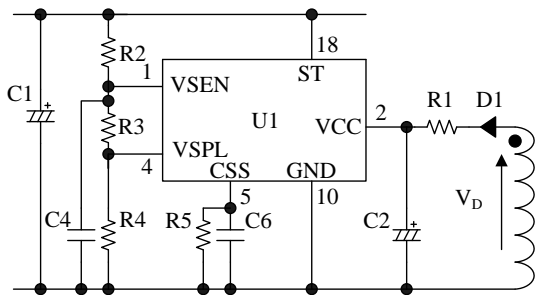

図 8-11 VCC 端子周辺回路
VCC 端子周辺回路を図 8-11 に示します。
IC が動作すると、VCC 端子への印加電圧は、図 8-11 の補助巻線電圧 V_D を整流平滑した電圧になります。
- 図 8-11 の C2 を大きくするまたは R1 を小さくする